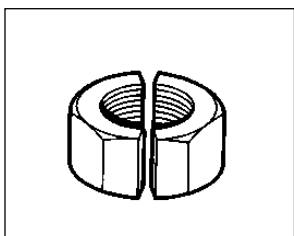

Figura 9: Fazendo dois cortes
12. Se necessário, um segundo corte pode ser aplicado, a 180° ao primeiro, cortando completamente a porca na metade. Veja a Figura 9.